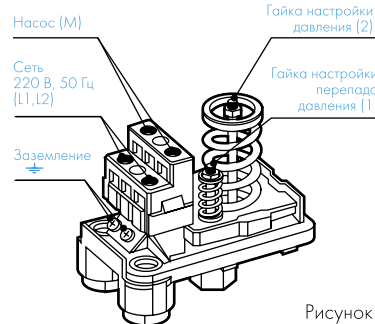

Рисунок 2.
Электрическое подключение осуществляется следующим образом (см. рисунок 2): к клеммам, обозначенным «L1, L2», подключаются провода от электрической сети 220В; к клеммам «M» подключаются провода от электронасоса; к клеммам, обозначенным знаком «⊕», подключается желто-зеленый провод (заземление). Сечение проводов подводящего электрокабеля должно соответствовать мощности электронасоса. Розетка должна быть европейского типа с заземлением.
- Регулировка уровня верхнего предела давления РДМ-5 осуществляется гайкой (2), фиксирующей положение пружины (см. рис. 2). Для того, чтобы увеличить значение уровня верхнего и нижнего предела давления, необходимо закручивать гайку по часовой стрелке.
Гайка (1) предназначена для регулировки перепада давления путем изменения уровня нижнего предела (см. рисунок 2). Для того, чтобы увеличить перепад давления, необходимо отвернуть гайку против часовой стрелки, тем самым ослабив пружину. Для того, чтобы уменьшить перепад давления, необходимо